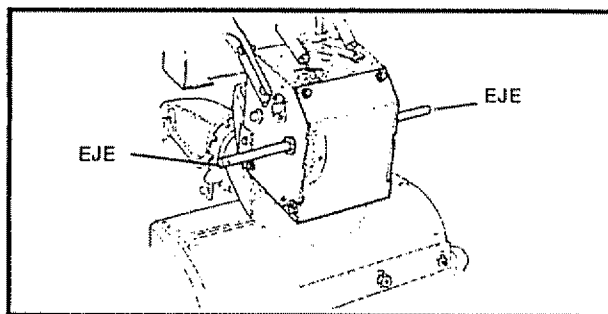

FIG. 15
- Retire ambas ruedas y engrase los dos ejes con cualquier grasa para automóviles (vea la Fig. 15); vuelva a colocar las ruedas. Haga este mantenimiento por lo menos una vez al año y/o antes de guardar la máquina al final de la temporada